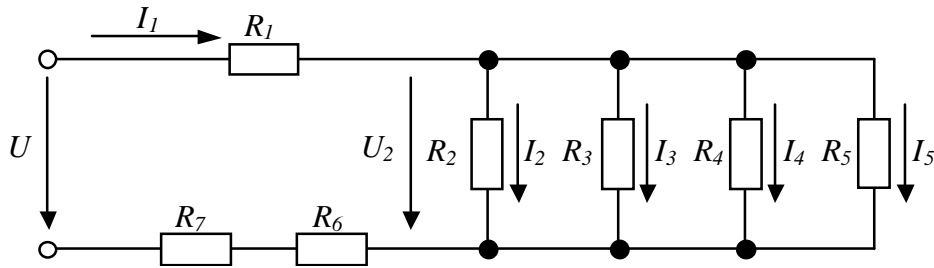

Рис. 1.6
1.5. Розрахувати струми у вітках схеми, поданої на рис. 1.6, якщо  $R_1 = 250 \text{ Ом}$ ;  $R_2 = 137 \text{ Ом}$ ;  $R_3 = 150 \text{ Ом}$ ;  $R_4 = 248 \text{ Ом}$ ;  $R_5 = R_6 = 500 \text{ Ом}$ ;  $R_7 = 200 \text{ Ом}$ ;  $U = 250 \text{ В}$ .
Перейдемо від схеми (рис. 1.6) до спрощеної схеми кола (рис. 1.1, б). Після цього визначимо загальний опір усього кола  $R_{\text{екв}}$  як суму  $R_{\text{екв1}}$  і  $R_{\text{екв2}}$ :
Здійснимо зворотнє перетворення кола (перейдемо від рис. 1.1, в, до рис 1.6). Знаючи напругу, яка прикладена до опору  $R_{екв2}$ , тобто напругу, прикладену до кожного з опорів  $R_2$ ,  $R_3$ ,  $R_4$  і  $R_5$ , визначимо струми у вітках вихідної схеми (рис. 1.6):